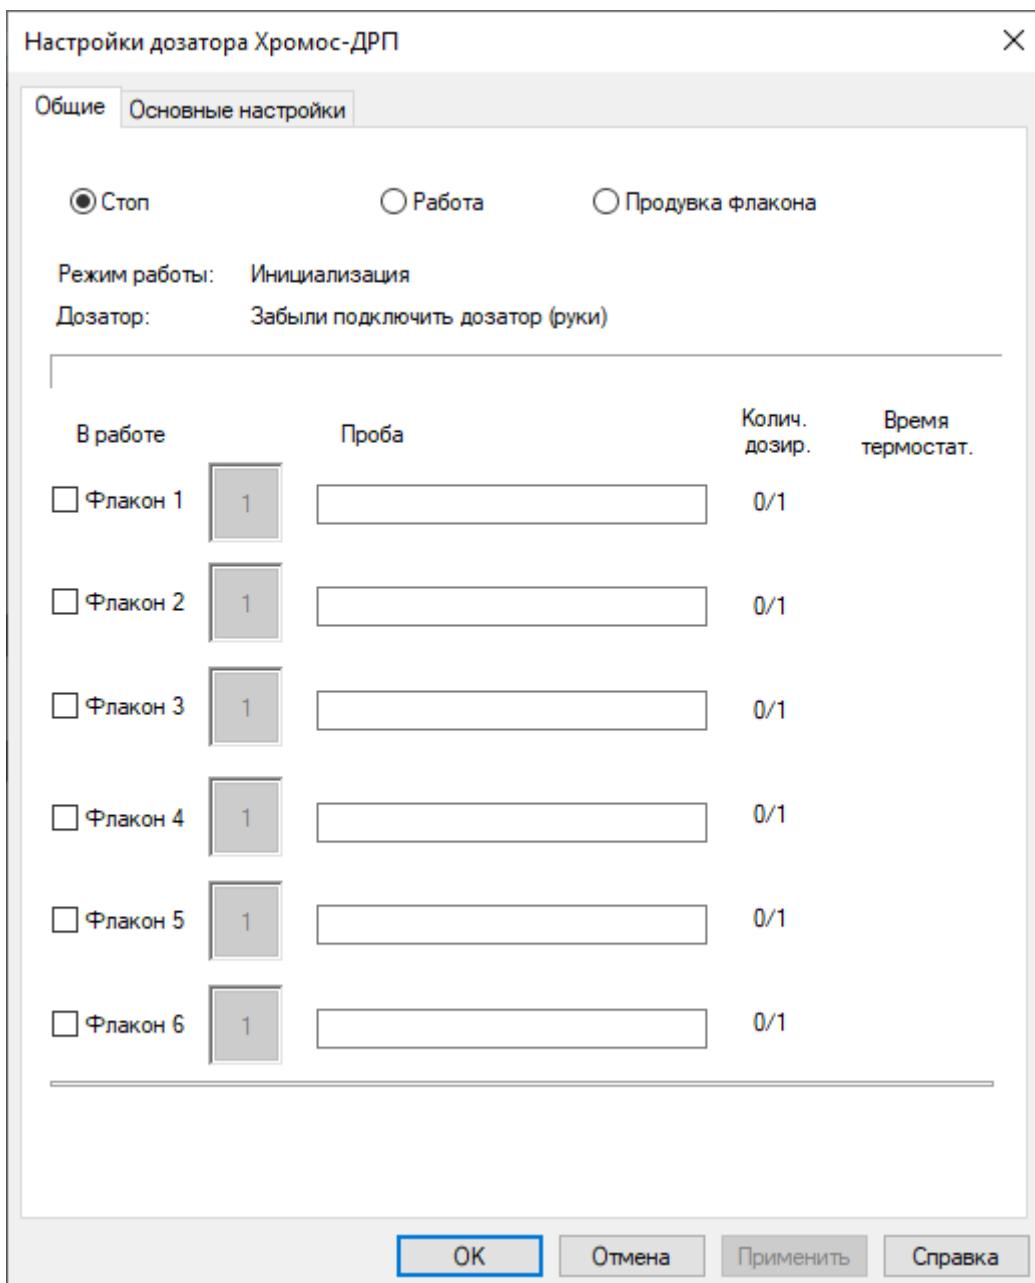

Рис. 80: Окно «Установки прибора ДРП-А &gt; Общие»
1. В окне *Установки прибора ДРП-А* перейдите на вкладку *Общие* (Рис. 80).